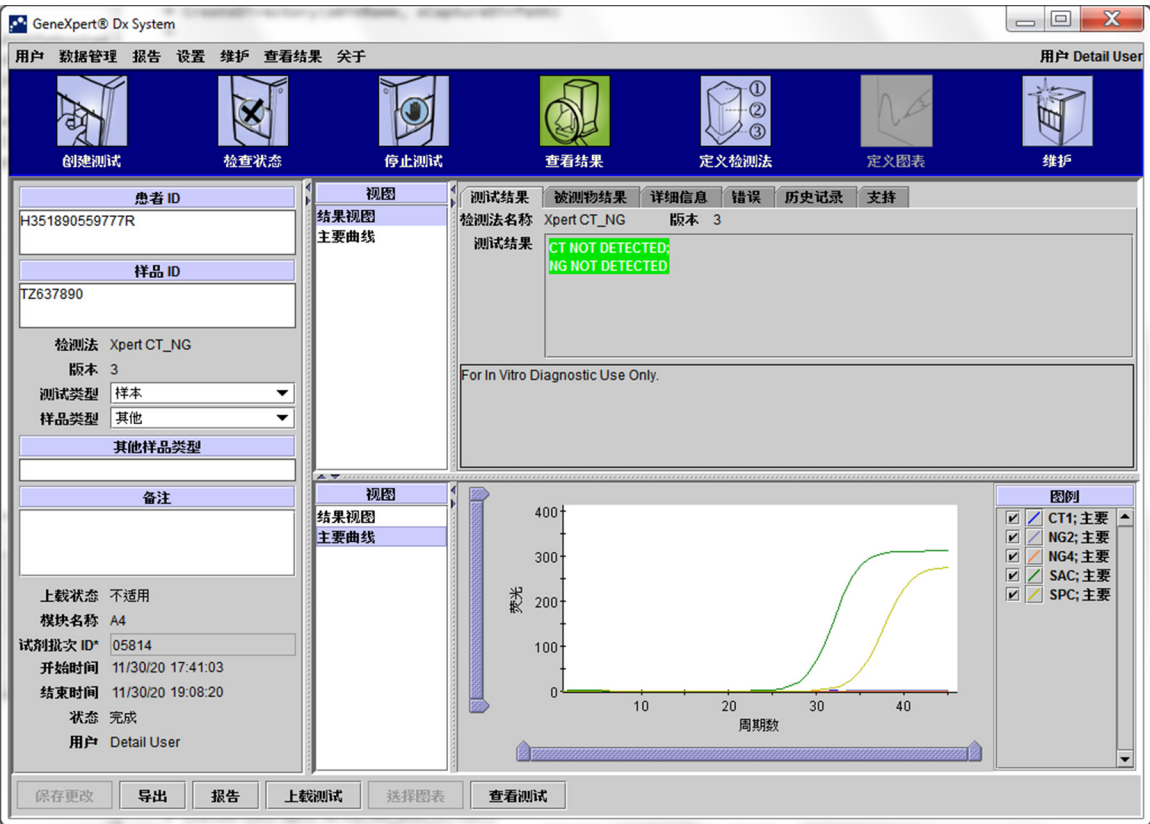

图 5-36. GeneXpert Dx “查看结果” 窗口（Detail 和管理员视图）
1. 在“GeneXpert Dx System”窗口，单击菜单栏上的**查看结果**。出现“查看结果”窗口。参见图 5-36。
“查看结果”窗口对不同用户类型显示不同特性。第 图 5-37. 节““选择待查看的测试”对话框”介绍针对 Basic 用户的“查看结果”窗口。第 5.12.2 节“Detail 用户和管理员视图”介绍针对 Detail 用户和管理员用户的“查看结果”窗口。图 5-36 所示为针对 Detail 用户和管理员用户的“查看结果”窗口。